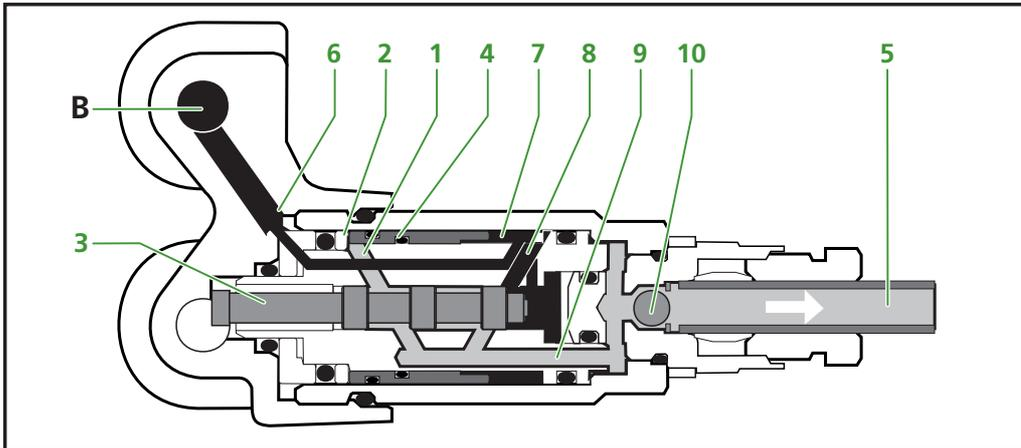

Figura 2.10 Terceira fase
Nesta fase, o mesmo acontece como na fase 2. No entanto, a câmara (Figura 2.10/7) é agora preenchida com graxa. O pistão (4) é empurrado para a direita enquanto a câmara (2) é preenchida. O volume completo de graxa da câmara (Figura 2.10/7) é pressionado através do canal (8), pistão (3), canal (9) e a linha de graxa secundária (5) para os pontos de graxa. A esfera (10) na válvula de não retorno é empurrada de volta para limpar o caminho para a linha de graxa secundária.